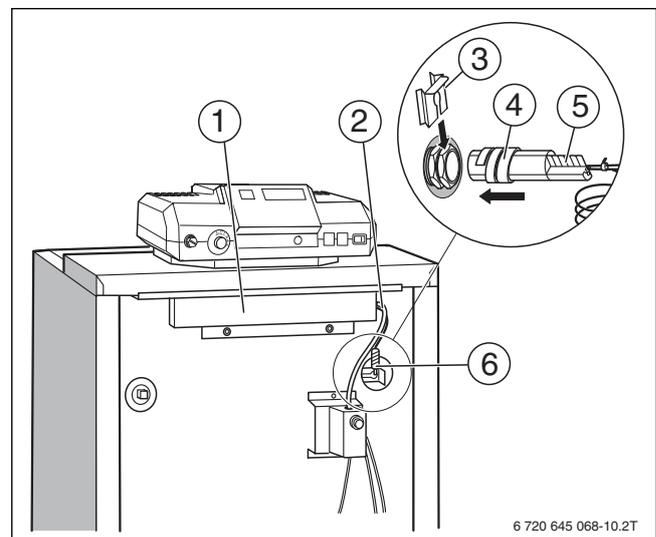

Рис. 25 Установка комплекта датчика температуры
- ▶ Снимите крышку с кабельной ниши (→ рис. 25, [1]).